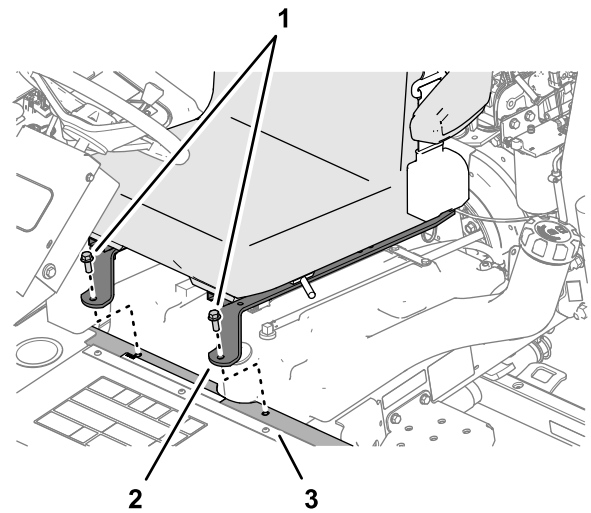

Рисунок 57
3. Наклоните сиденье вниз и совместите передние отверстия в планках сиденья с отверстиями в опорном швеллере (Рисунок 57).
4. Подсоедините планки сиденья к опорному швеллеру (Рисунок 57) с помощью 2 колпачковых винтов с фланцем, снятых при выполнении действий, описанных в разделе Демонтаж сиденья оператора \(страница 4\).